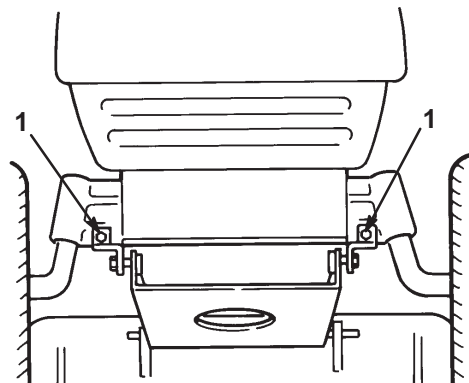

Bild 37
11. Montieren Sie die Mähwerkschwenkhalterungen mit Schrauben und Sicherungsmuttern an der Vorderachse (Bild 37).